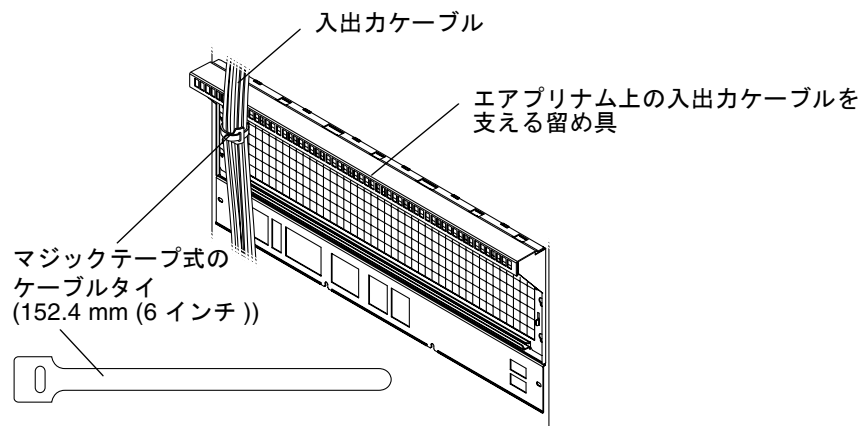

図 4-1 入出力ケーブルの固定
4. 図 4-1 に示すように、エアリナム上の入出力ケーブルを支える留め具にすべてのケーブルをまとめ、マジックテープ式のケーブルタイ (パーツ番号 230-1855) で結束します。